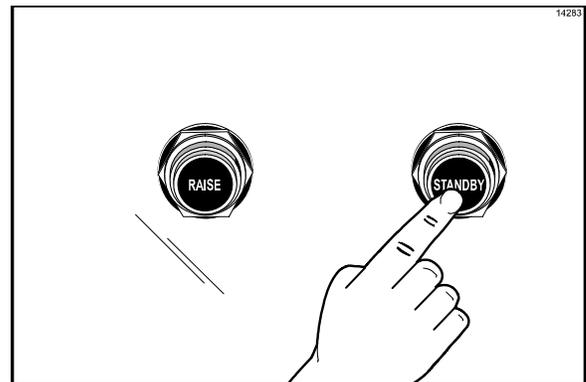

Figura 35
3. Después de colocar el producto en la forma indicada, oprima el botón **STANDBY** (Espera) para iniciar el ciclo de cocinado. (Vea la figura 35.)